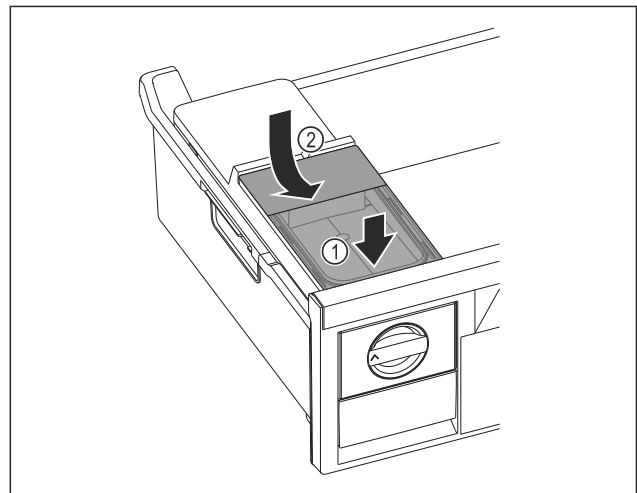

Fig. 125
- ▶ Поставете резервоара за вода отпред. Fig. 125 (1)
- ▶ Спуснете резервоара за вода отзад. *Fig. 125 (2)*